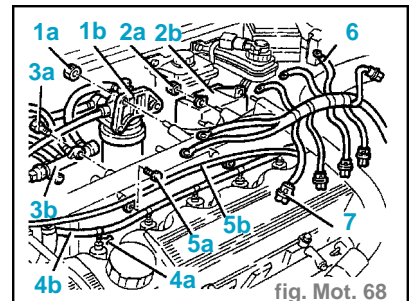

fig. Mot. 68
- Pour réduire ultérieurement les émissions de **NOx** (oxydes d'azote) le système d'alimentation est muni de la valve EGR (1). (voir encadré)
- La valve EGR (Exhaust Gaz Recirculation) a la fonction de prélever une partie des gaz d'échappement et de les remettre dans le caisson d'aspiration (2).
- La valve EGR est actionnée par la dépression modulée de la soupape électromagnétique (3), contrôlée par la centrale d'injection.
- Dévisser les écrous (1a) et déplacer le filtre du combustible (1b) loin du collecteur d'aspiration. (fig. Mot. 68)